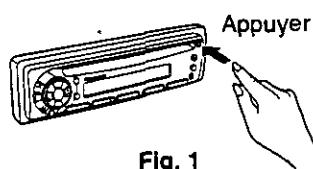

Fig. 1
- ① Couper le contact.
- ② Appuyer sur la touche de dégagement [▲]. Le panneau avant amovible peut alors être dégagé. (→ Fig. 1)
- ③ Retirer le panneau avant en tirant sur le côté droit.